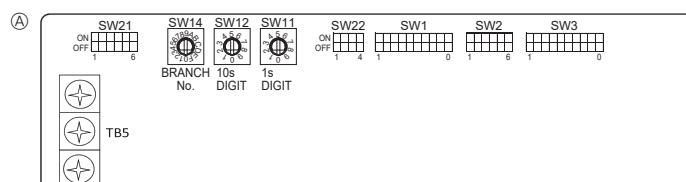

Fig. 5-9
③ Controlador remoto inalámbrico (al instalar un receptor de señales inalámbrico)
- ④ Bloque de terminales para los cables de transmisión interiores
⑤ Bloque de terminales para los cables de transmisión exteriores (M1(A), M2(B), ④(S))
⑥ Mando a distancia
⑦ Receptor de señales inalámbrico
⑧ Controlador remoto inalámbrico
5.5. Configuración de las direcciones (Fig. 5-9)
5.6. Ajuste del interruptor según la altura del techo (Fig. 5-9)
5.7. Captar la temperatura de la sala con el sensor incorporado en el mando a distancia (Fig. 5-9)